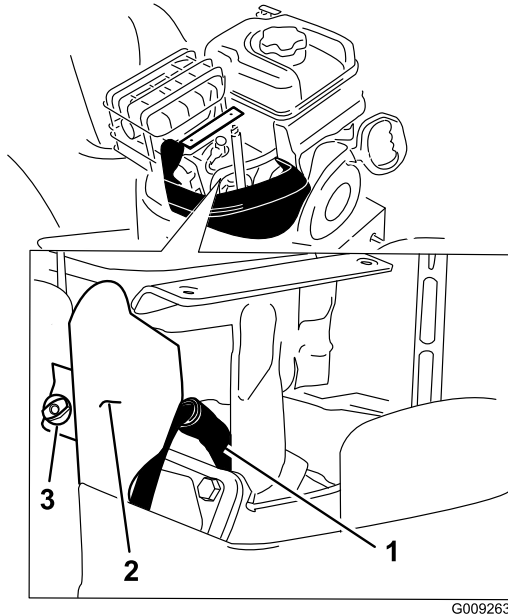

Figure 57
- Enlevez la vis à oreilles du support et le support (Figure 57).
- Nettoyez la surface autour de la base de la bougie (Figure 57).